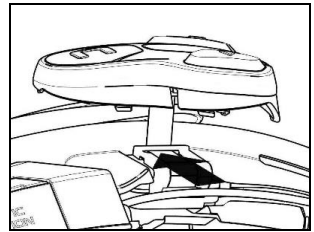

Fig. 20
- Sistemare il cavo all'interno del casco e far scattare la clip di fissaggio sinistra nell'apposita sede (Fig. 20).